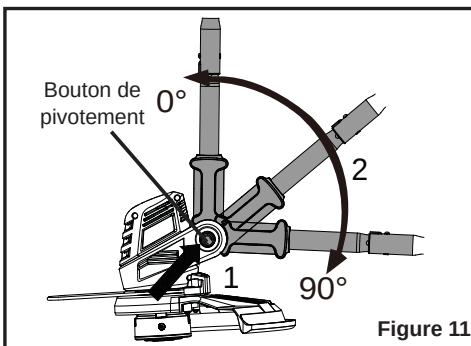

Figure 11
1. Pour faire pivoter la tête, appuyez sur le bouton de pivotement et réglez l'arbre sur l'une des 5 positions (Figure 11).